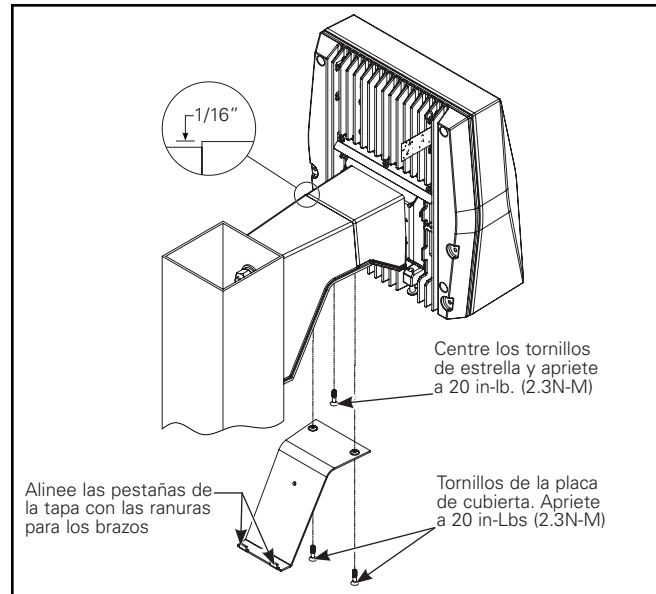

**Figura 12.**
4. Conecte el adaptador de conexión rápida a la luminaria, tirando de los cables de suministro de la luminaria a través del orificio central de la placa de cuña. Apriete los (2) tornillos de bloqueo de 1/4-20 en el dispositivo a 20 in-lbs. (Figura 12.)